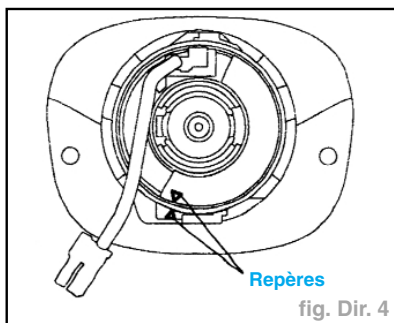

fig. Dir. 4
- Faire coïncider les repères d'alignement tracés sur le volant et sur l'ensemble d'arbre principal (fig. Dir. 4).